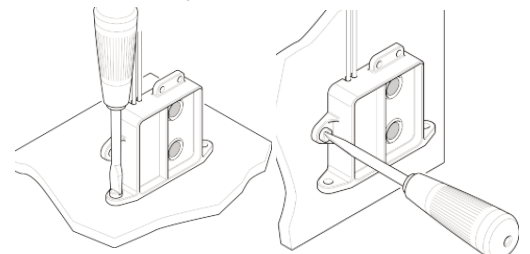
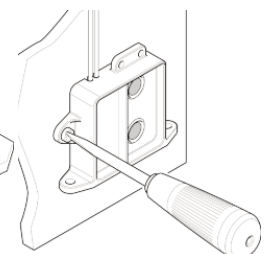

Figura 1 – Base dell'interruttore
Figura 2 – Alette di montaggio
1. Montate l'interruttore verticalmente come illustrato nella figura 1 (cavi collocati nel punto più alto). Collocate l'interruttore il più vicino possibile alla pompa per assicurare lo stesso livello dell'acqua.
1. Usate la base dell'interruttore (figura 1) o le alette di montaggio (figura 2) quale schema per marcare i fori pilota nel blocco di fissaggio.